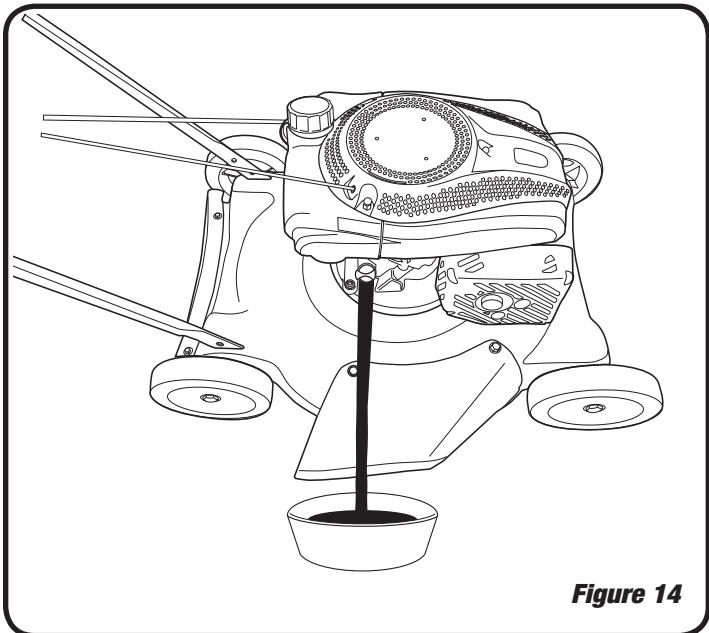

Figure 14
4. Placez un récipient approprié à côté de la tondeuse pour recevoir l'huile usée, puis inclinez la tondeuse pour la mettre sur son côté droit. L'huile usée sera drainée par le tube de remplissage. Laissez l'huile se drainer complètement. Voir Figure 14.